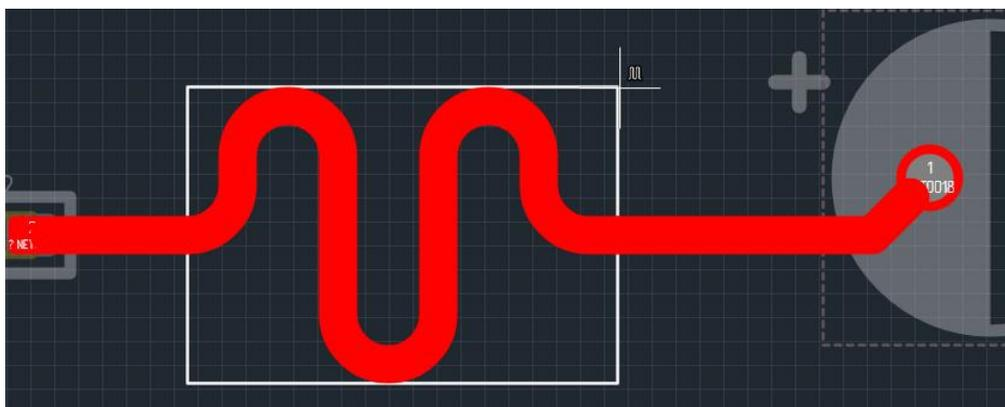

Рис. 296 Область размещения меандра
3. Переместите курсор, формируя область размещения меандра, которая обозначается прямоугольником с белыми линиями, см. Рис. 296. При перемещении курсора отображается эскиз меандра.